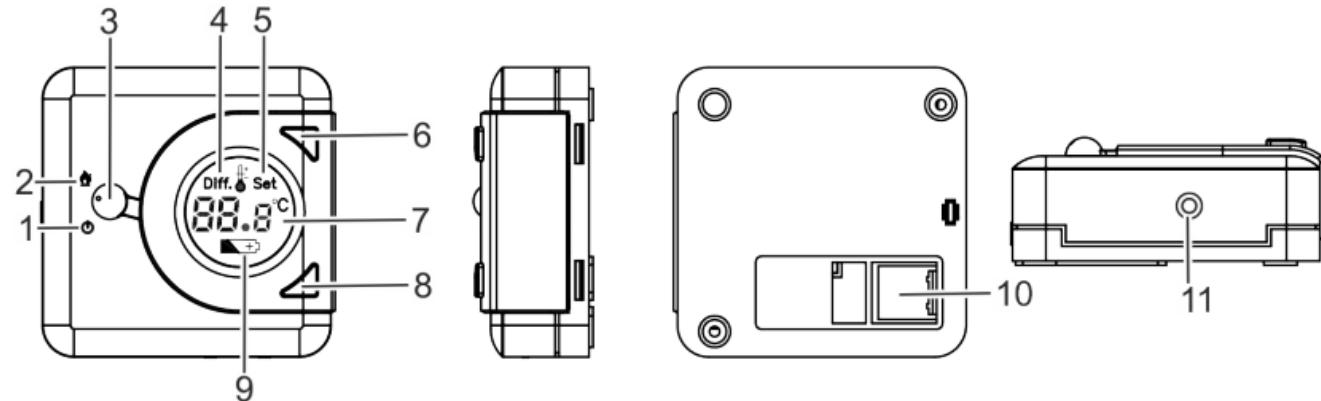

Fig. 1: Vista general del thermio™ essential C
4. Inserte los cables de conexión en el aparato a través del pasacables (Fig. 1/7).
- Inserte los cables de conexión en el aparato a través del pasacables (Fig. 1/7).